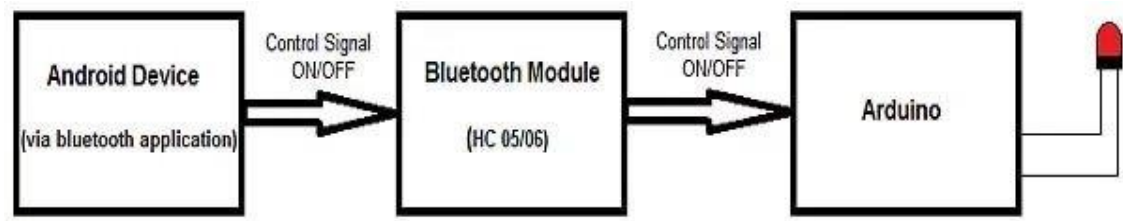

Abb. 1 Prinzip der Ansteuerung
In dem Praktikum sollen Hardware miteinander verbunden werden, um eine LED über Bluetooth zu steuern. Dazu soll ein Mikrocontoller Arduino-Board, Bluetooth Modul und eine Android Anwendung verwendet werden. Das Arduino-Board wird mit dem Bluetooth Modul, Stromversorgung und einer LED verkabelt und konfiguriert. Für die Programmierung wird ein Arduino IDE-Software verwendet. Das Prinzip der Ansteuerung wird in Abbildung 1 dargestellt. Hier arbeitet der HC 05/06 Bluetooth Modul mit serieller Kommunikation. Die Android App sendet serielle Daten per Bluetooth an das Arduino. Das auf dem Arduino hochgeladene Programm überprüft die ganze Zeit, ob das Bluetooth Modul daten versendet hat. Wenn die empfangenen Daten 1 (ON) sind, leuchtet die LED auf. Die LED erlischt, wenn die empfangenen Daten 0 (OFF) sind.